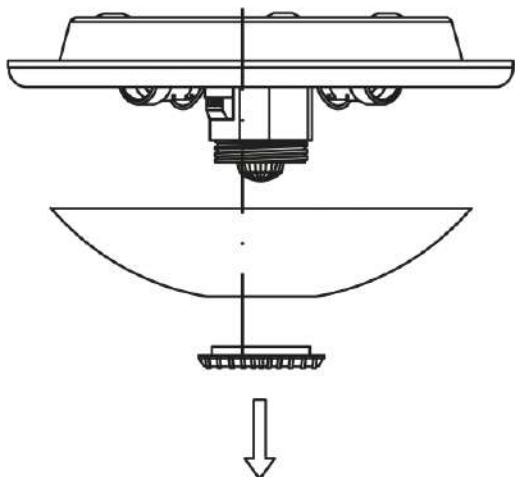

Рисунок 5
- на светильниках: НПО3233Д, НПО3234Д, НПО3235Д, НПО3236Д, НПО3237Д отверните пластиковую гайку и снимите стеклянный плафон (рисунок 5).